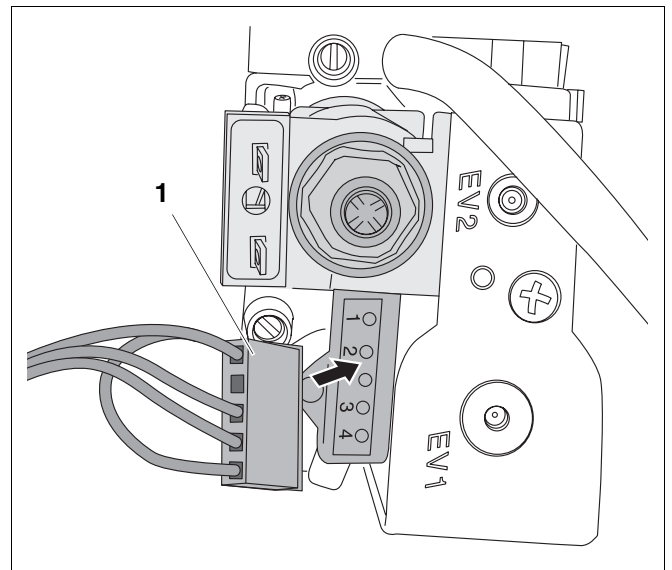

Fig. 24 Verificarea sistemului de comandă al ventilului arzătorului de gaz
- Se scoate conectorul (Fig. 24, Poz. 1) de pe ventilul de gaz.
- Se conectează voltmetrul între contactele 3 și 4 (Fig. 24, Poz. EV1) ale conectorului (domeniul de măsură: 230V~).
- Se conectează voltmetrul între contactele 3 și 1 (Fig. 24, Poz. EV1) ale conectorului.
- Se măsoară rezistența între contactele 3 și 4 (Fig. 24, Poz. EV1) de la ventilul de gaz (cca. 900 Ω).
- Se măsoară rezistența între contactele 3 și 1 (Fig. 24, Poz. EV1) de la ventilul de gaz (cca. 6500 Ω).